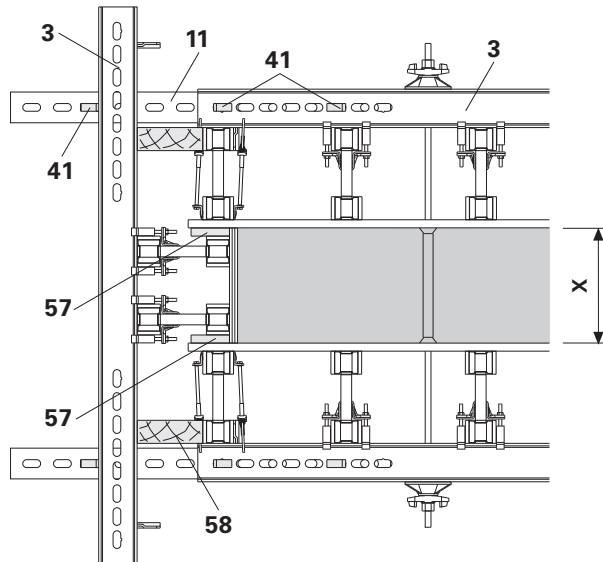

Fig. B9.01
1. Colocar os painéis de cofragem de fecho no topo previamente montados contra os batentes (57).
2. Colocar os espaçadores de madeira (58).
3. Inserir as régulas VKZ 99 (11) na correia SRZ (3).
4. Fixar as régulas VKZ 99 com cunhas KZ (41).
5. Fixar o painel de fecho com as cunhas KZ (41) de forma resistente à tração e à compressão. Cavilha de tração antes da cavilha de compressão. (Fig. B9.01)